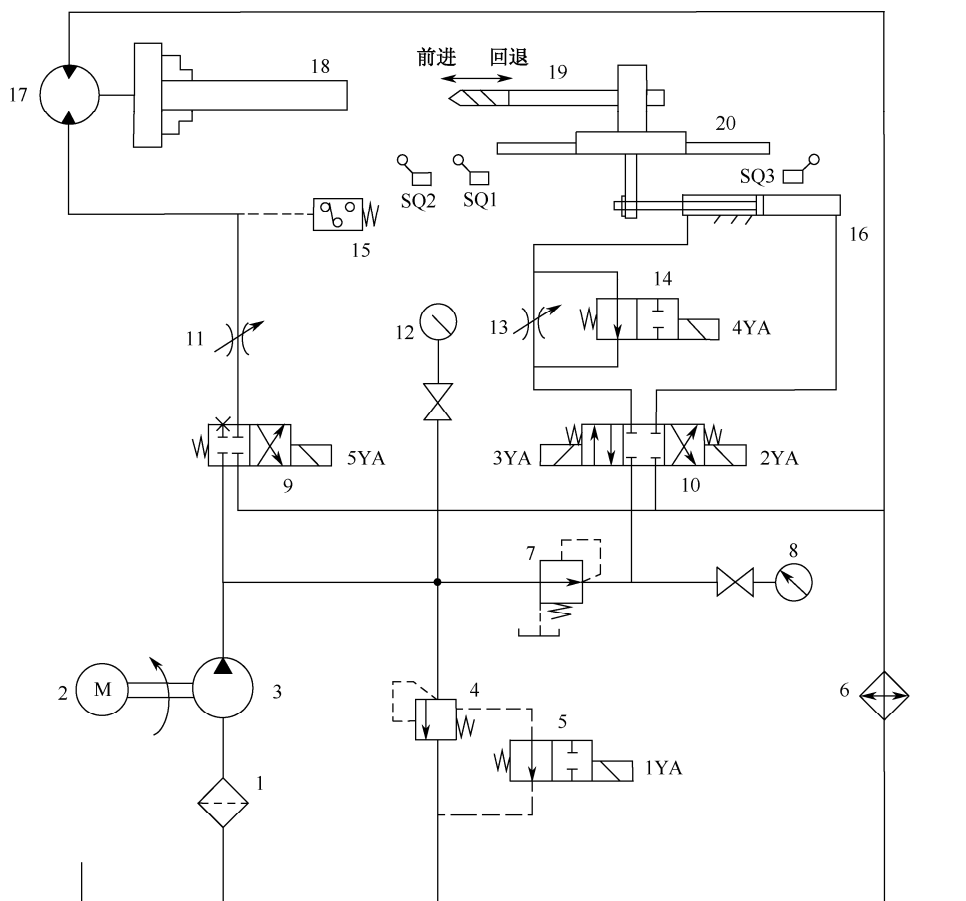

图 3-1-8
2. 图 3-1-8 所示为深孔钻床液压系统原理图。图中，工件 18 可实现旋转运动，滑座 20 带动钻头 19 实现“快进→工进→快退→停止（并卸荷）”的进给运动；钻头 19 工进时，若出现不断屑或排屑困难的现象，可通过元件 15 设定的压力，实现快退运动，从而对元件 17 起到扭矩保护作用。已知液压泵 3 的型号为 YB-10，额定压力为  $6.3 \text{MPa}$ ，液压泵的总效率为  $0.8$ ；液压缸 16 的无杆腔面积为  $0.02 \text{m}^2$ ，有杆腔面积为  $0.01 \text{m}^2$ 。试回答下列问题。